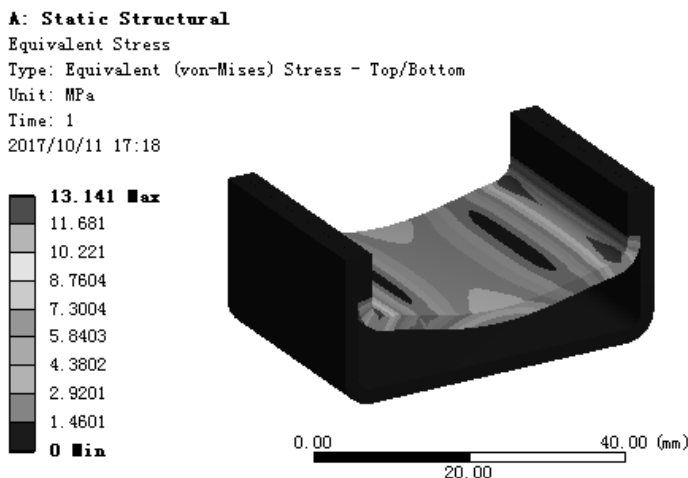

图 7.6.91 应力结果图解
(1) 求解分析。在顶部工具栏中单击 **Solve** 按钮求解分析。
(2) 查看应力结果图解,在“Outline”窗口中选中 **Equivalent Stress**,查看图 7.6.91 所示的总应力结果,其最小应力为 0MPa,其最大应力为 13.141 MPa。